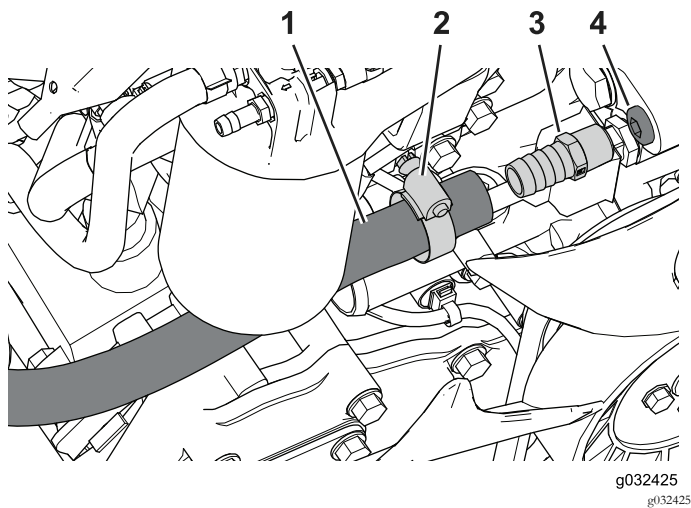

Figura 29
1. Localize e remova o tampão da porta do motor (Figura 29).
2. Aplique vedante nas roscas macho na união reta, saltando a primeira rosca (Figura 29).
5. Deslize a braçadeira de tubos por cima da extremidade do tubo (Figura 29).
6. Insira o tubo por cima da união reta e prenda-o com a braçadeira de tubos ($\frac{1}{2}$ a $\frac{1}{4}$ pol.), como se mostra na Figura 29.